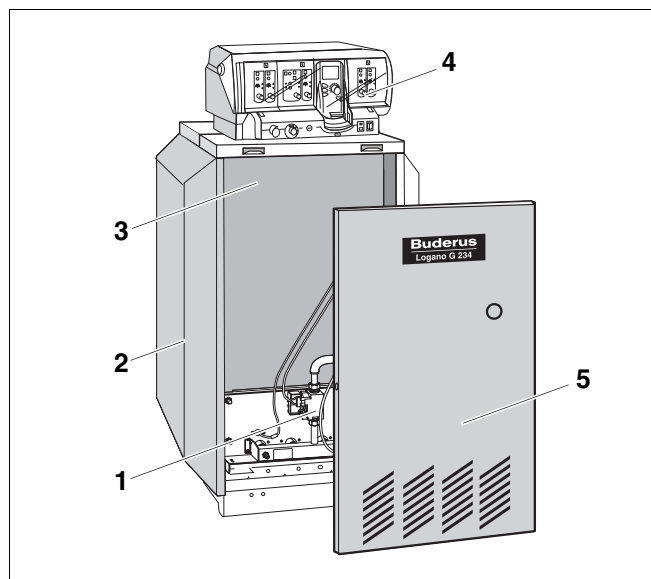

Fig. 1 Cazan special de încălzire cu gaz Logano G234 WS
Cazanul special de încălzire cu gaz Logano G234 WS (Fig. 1) este dotat din fabrică cu arzător și aparat de reglare.
- Blocul cazanului cu izolație termică (Fig. 1, **Poz. 3**) și arzător cu gaz (Fig. 1, **Poz. 1**).
- Mantaua cazanului (Fig. 1, **Poz. 2**) peretele frontal al cazanului (Fig. 1, **Poz. 5**).
- Aparat de reglare (Fig. 1, **Poz. 4**).